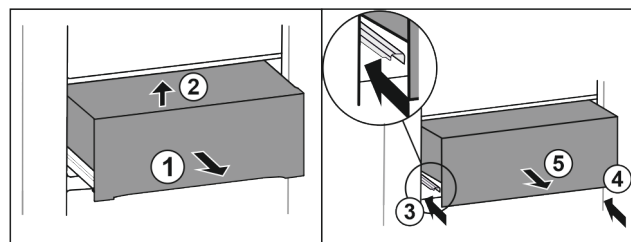

Fig. 30
- Schuiflade er half uitschuiven Fig. 30 (1).
- Aan voorzijde optillen Fig. 30 (2).
- Linker rail erin schuiven Fig. 30 (3).
- Rechter rail erin schuiven Fig. 30 (4).
- Lade er naar voren uittrekken Fig. 30 (5).